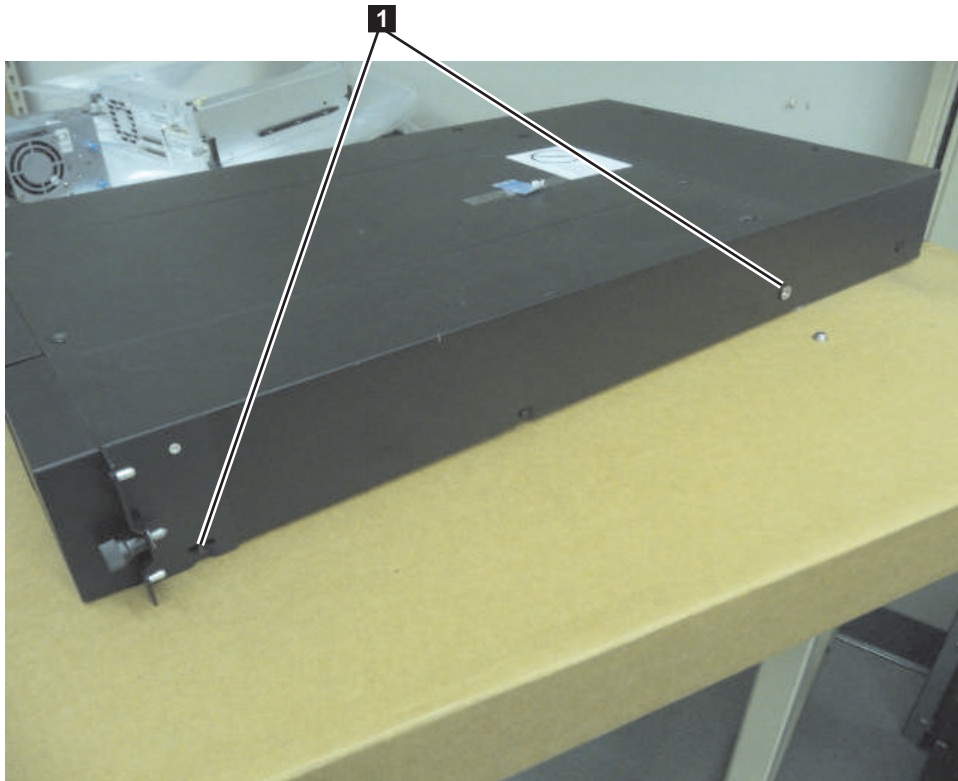

Abbildung 30. Sicherungsmuttern und Halterungen - 2U-Kassettenarchiv
4. Entfernen Sie mit dem in der Lieferung enthaltenen Inbusschlüssel die Schrauben ( **1** in Abb. 30 auf Seite 50). Die Position der Schrauben ist bei einem 4U-Kassettenarchiv ähnlich.
5. Bringen Sie die Sicherungsmuttern für das Kassettenarchiv ( **2** in Abb. 30) mit den im Rackeinbausatz enthaltenen längsten Senkschrauben an den beiden Seiten des Kassettenarchivs an.